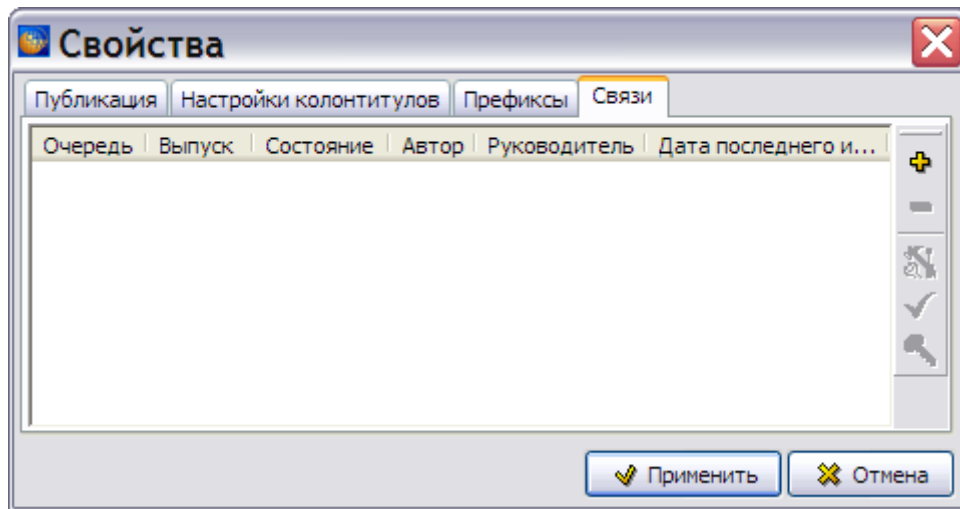

Рис. 23.22
2. В окне **Управление информационными наборами и публикациями** создайте публикацию (информацию о создании публикаций смотрите в Глава 18 «Публикации и информационные наборы»). Нажмите на кнопку **Добавить версию публикации** . После этого откроется окно **Свойства**. Перейдите на вкладку **Связи** (Рис. 23.22).